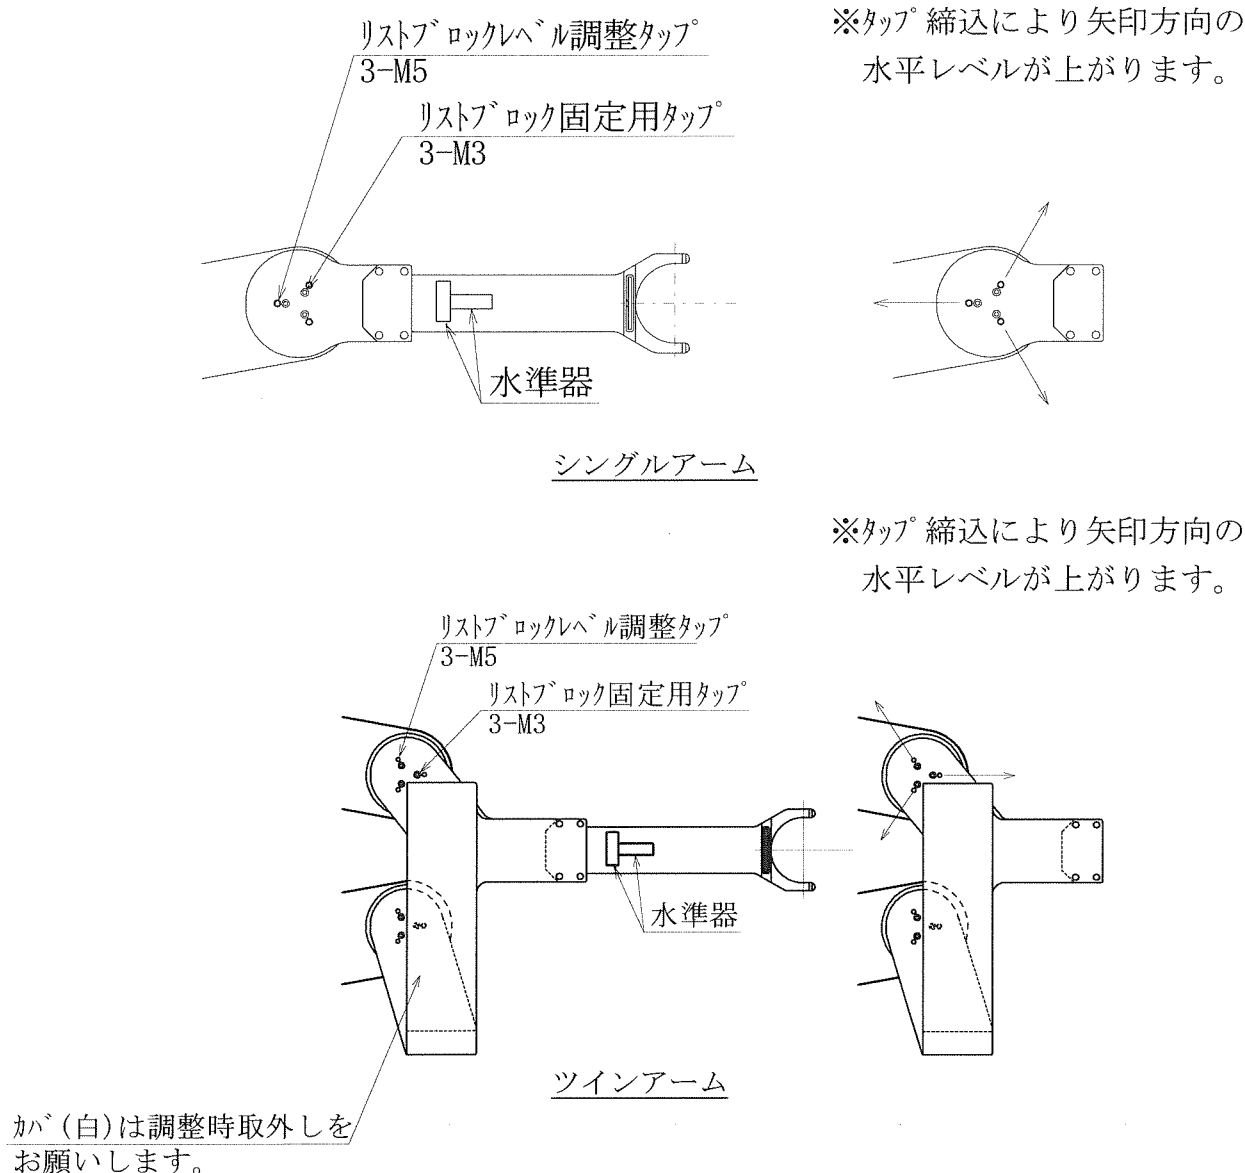
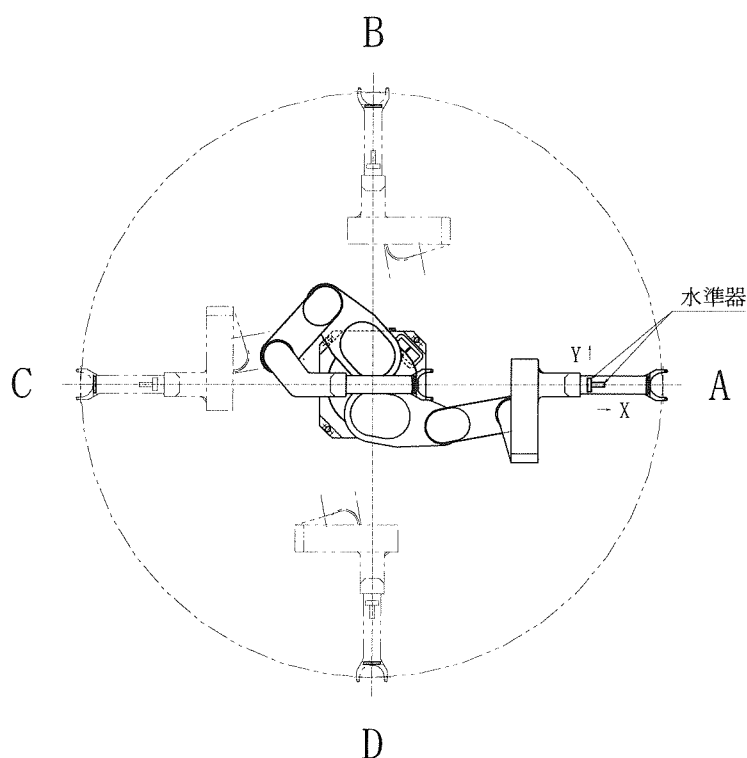

図4. リストブロックレベル調整タップ位置図
図5. 搬送位置でのレベル調整
最終調整は微調整の作業となりますので図4 リストブロックレベル調整タップで実施いたします。
(図5参照)
(2)お客様装置の各搬送ポイント(図5ではA～Dとする)までアームを伸ばしチャックに設置した水準器が水平になるように図4のリストブロック調整タップにて調整を行います。